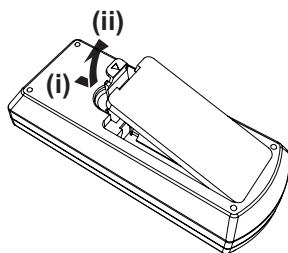

Fig. 1
- 1) **Aprire il coperchio.** (Fig. 1)